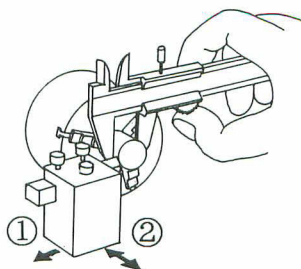

図9-17
荒削り, 仕上げ削りを問わず, 切削中に頻繁に外径を測定しなければなりません。図9-17はノギスで測定しているところです。バイトが邪魔でやりにくいものですが, バイトを①の方向に(手前に)引いて測定しますと, 元の目盛に戻したとき若干の外径誤差が出ますから, 横送り台ハンドルには手を触れずに, 親ねじで往復台全体を②の方向に送って, バイトを工作物から離すか, またはチャック爪のすぐそばに寄せて外径を測ります。なお, ノギスの測定刃先の薄い部分で測ると誤差が出やすいので, できるだけ奥を使います。